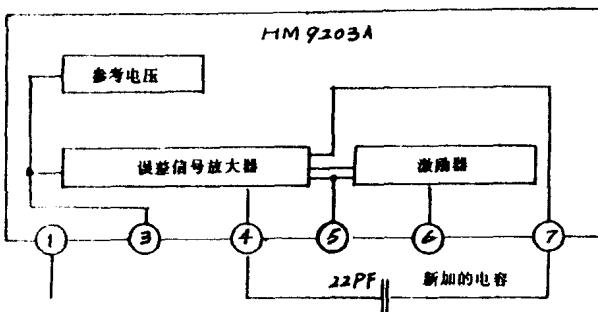

图 1—2
厚膜电路的通用型号为 HM9203、HM9205、HM9206、HM9207。在替换时一定要注意电视机的型号。日立 CPT2005/1805、CPT2001SF/1801SF、CPT2008SF/1808SF、CPT2018/1818 以及 CPT2125SF 采用 HM9203，或 HM9205 或 HM9207。目前，市场上这类厚膜电路的型号后缀大都是数字后面加 A，当用这类厚膜电路替换后虽能正常收看，但机内会发出类似开关变压器的“嘶……”声。因此，当用此类厚膜电路替换时，还必须在新换厚膜电路的④与⑦脚间并接一只 22PF 的小电容（具体连接方法详见图 1—2 中所示）。